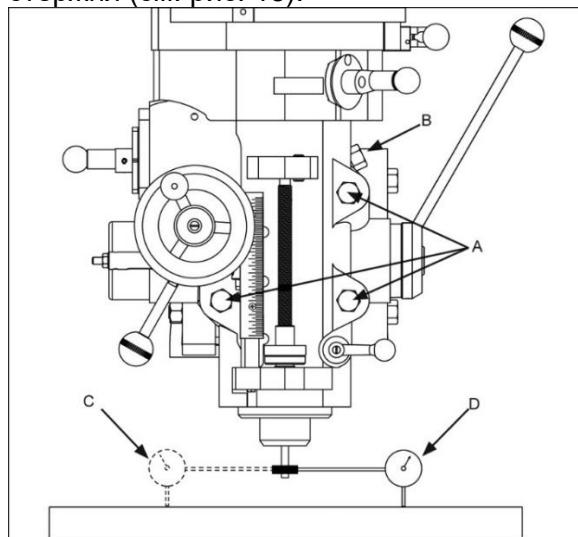

Рисунок 18
Затяните четыре шестиграннны гайки. Производите затяжку в два этапа, используя динамометрический гаечный ключ. Применяйте перекрестную схему затяжки при закреплении гаек. Момент затяжки изначально должен быть 3,45 кгс*м. Перед окончательной затяжкой убедитесь в том, что фрезерная головка перпендикулярна рабочему столу. Установите индикатор на оправку и закрепите с помощью приводного стержня (см. рис. 18). Переключите привод шпинделя в нейтральное положение.
c. Установите индикатор часового типа на оправку и закрепите с помощью приводного стержня (см. рис. 18).